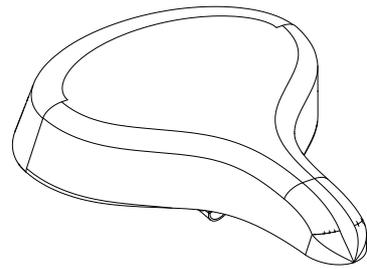

Abb. 23
- Breiter Sattel Abb. 23. In allen anderen Fällen ist ein breiter Sattel mit Rückenstütze angebracht.